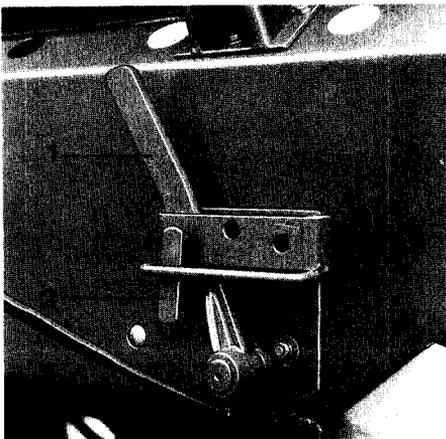

Fig.94
- Hebel (Fig. 94/1) zur Einstellung der Laufrichtung des Förderbandes nach vorne stellen und mit einem Bolzen (Fig. 94/2) sichern.